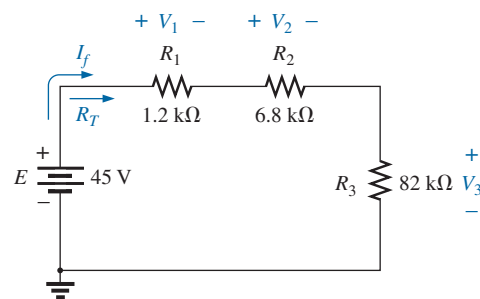

FIG. A4.93
9. Para la configuración en serie de la figura A4.93, compuesta de resistores de valor estándar: